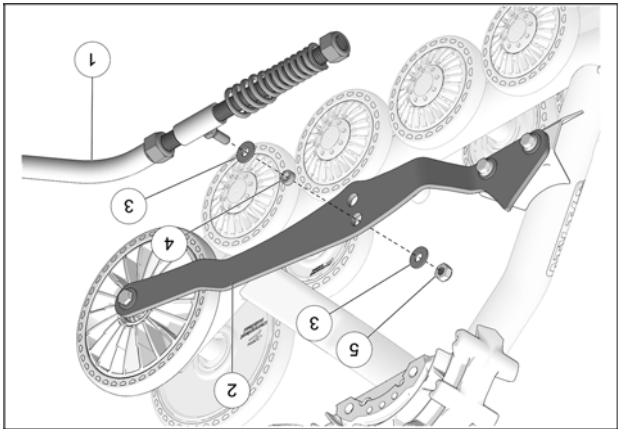

Fig. 8
7. Fixer le bras stabilisateur (1) au trou de la pièce d'ancrage (2) du système de traction au moyen des rondelles (3), d'un espaceur (4) et d'un écrou (5). Utiliser le trou qui ne créera pas d'interférence entre l'écrou de fixation (5) et le barbotin de plastique. Voir la Fig. 8